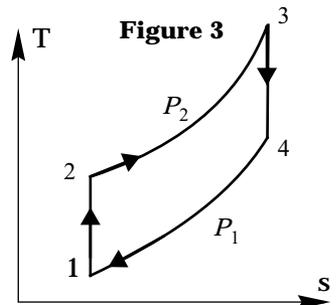

Figure 3
II.A - La figure 3 (entropie massique s en abscisse, température T en ordonnée) donne les éléments du cycle qui commande un fonctionnement idéal du dispositif :
II.A.2) En utilisant la relation obtenue à la question I.A.2 et en négligeant les variations d'énergie cinétique, exprimer les travaux W_C et W_T ainsi que les transferts thermiques Q_E et Q_S en fonction de c_p et des températures T_1 , T_2 , T_3 , T_4 correspondant respectivement aux points (1), (2), (3), (4) de la figure 3.